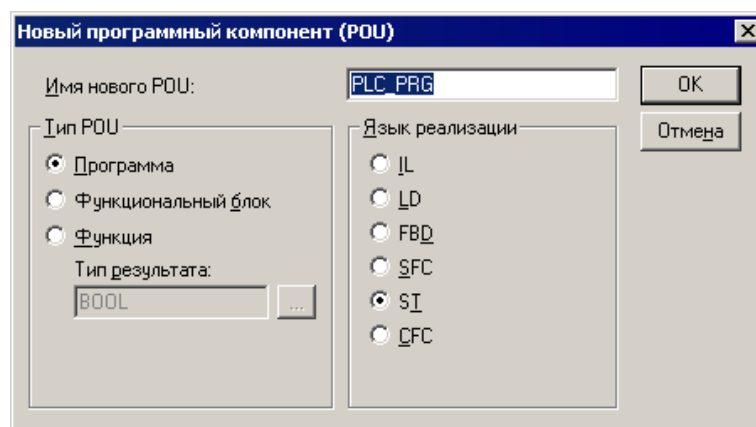

Рисунок 3.6 – Окно «Новый программный компонент (New POU)»
- 6) В открывшемся окне «Новый программный компонент (New POU)» (см. рисунок 3.6), в поле «Имя нового POU (Name of new POU)» – отображается заданное по умолчанию имя новой главной программы проекта (PLC_PRG); его не следует изменять. В группе переключателей «Тип POU (Type of POU)» отображается заданный по умолчанию тип новой главной программы проекта (Программа (Program)); его также не следует изменять.